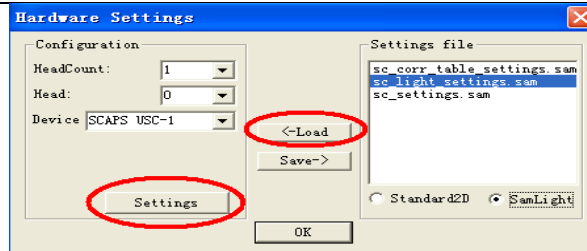

图 14
3) 分别载入 sc_corr_table_settings.sam(无此项则不需设置), sc_light_settings.sam 和 sc_setting.sam 进行设置 (Lord 以后点 Settings, 图 14)；